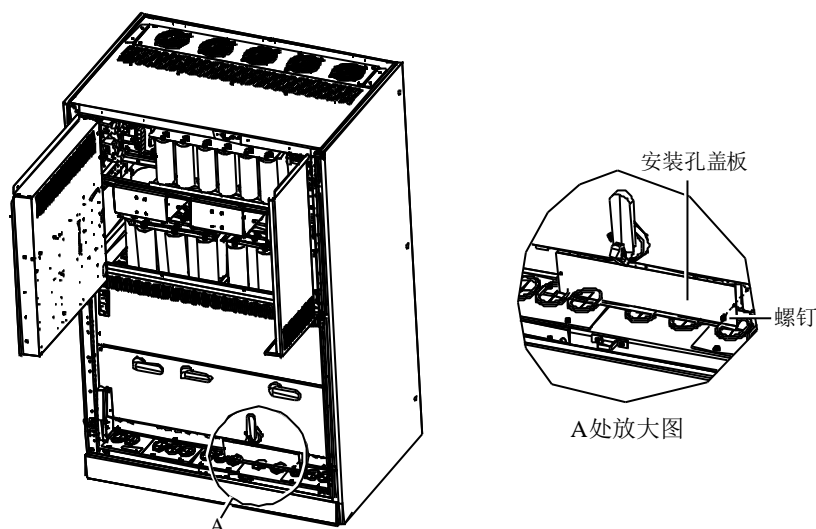

图3 拆下安装孔盖板
1. 打开机柜前门，拆下开关下挡板，然后再拆下安装孔盖板。注意保留拆下的螺钉，如图 3 所示。